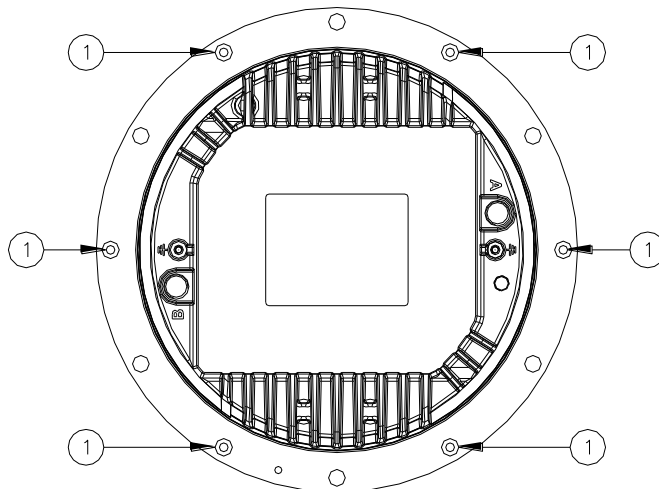

Figura 16 – Viti di fissaggio del coperchio inferiore
- Separare il coperchio inferiore dalla calotta svitando le sei viti di bloccaggio TSP TORX M5x10 (Figura 16- n°1).
- sei viti di bloccaggio TSP TORX M5x10 (Figura 16- n°1);
Verificare il corretto posizionamento delle guarnizioni O-Ring tra calotta e coperchio inferiore (Figura 18- n°2 e 3); montare il coperchio inferiore nella calotta e chiuderla con le sei viti TSP TORX M5x10 (Figura 16- n°1). Uno strato di adesivo anaerobico